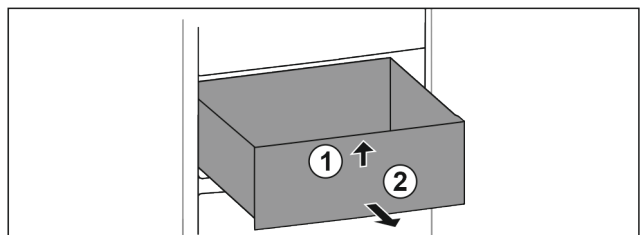

Fig. 61
- Sollevare il cassetto dal davanti. Fig. 61 (1)
- Rimuovere il cassetto tirandolo in avanti. Fig. 61 (2)